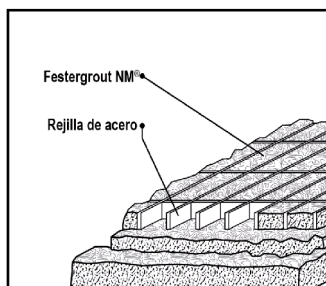

Fig 7. Piso extra reforzado
- Pisos de concreto extra reforzados (fig. 7)